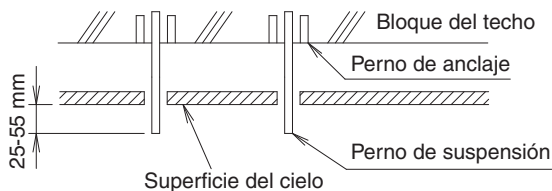

Fig. 9
**(4) Instale los pernos de suspensión.**
- Previamente ajuste la longitud del perno de suspensión en relación con el techo. **(Refiérase a la Fig. 9)**
- Las partes que se muestran en la **Fig. 9** son provistas por el instalador.